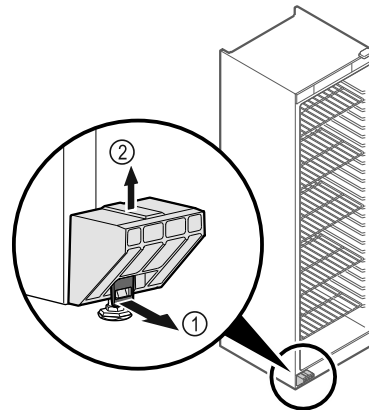

Fig. 6
- ▶ Потяните за ручку Fig. 6 (1) вперед.
- ▶ Снимите транспортное крепление Fig. 6 (2) движением вверх.